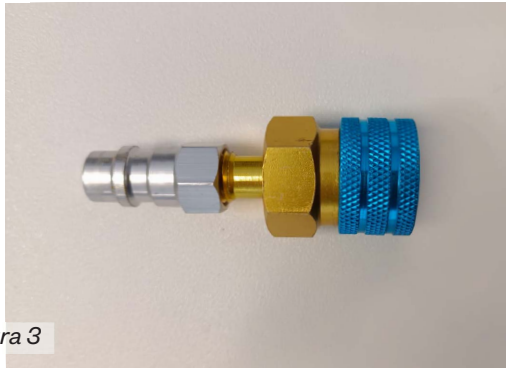

Figura 2
2.2 Enroscar el aerosol a la llave-grifo: sujetar el latiguillo mientras enroscamos el aerosol. *Figura 2.* Enroscado aerosol sentido antihorario.